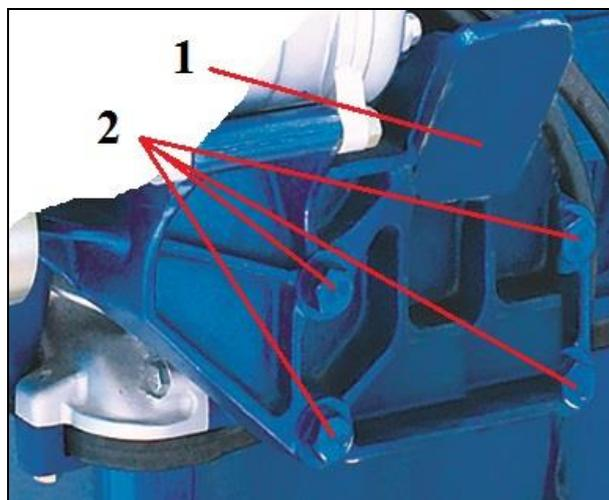

Рис. 37 Снятие передних опор
2.32. Снятие передних опор (см. Рис. 37)